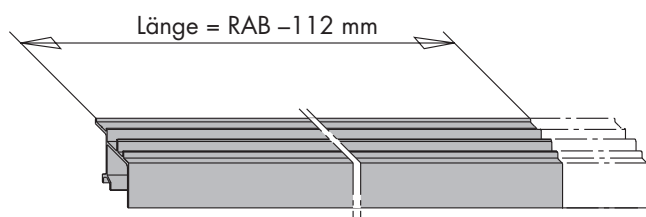

Bild 5
- C** Einbau der Führungsschiene HH0130-01/-02 (28).
- Führungsschiene HH0130-01/-02 (28) ablängen (Bild 5).
- Führungsschiene HH0130-01/-02 (28) am Rahmen anschrauben (siehe Seite 11).